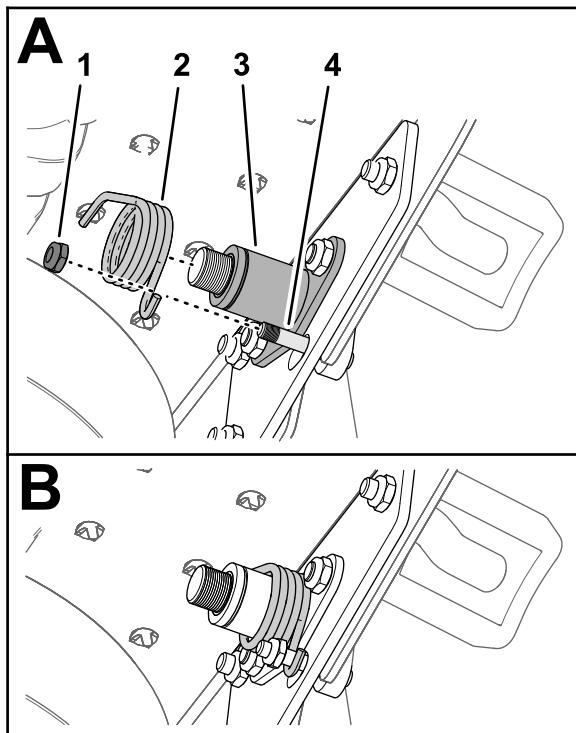

Рисунок 13
11. Наденьте торсионную пружину на плиту с втулками, зацепив один конец пружины за малый стержень педали блокировки и прижав другой конец к плите настила (Рисунок 13).
12. Прикрепите торсионную пружину к малому стержню с помощью контргайки (1/4 дюйма); см. Рисунок 13.